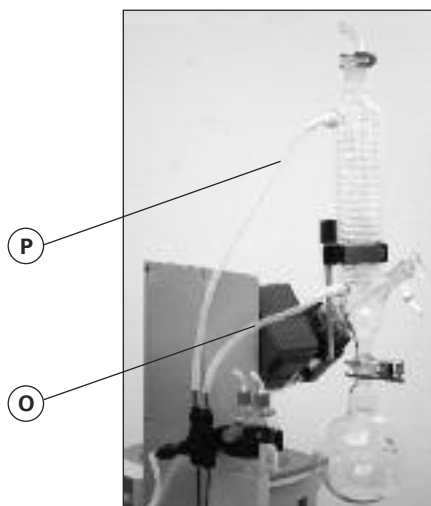

Fig. 17
- Reliez les flexibles d'eau sur le refroidisseur en verre (flexible court (O) = sortie vers le bas, flexible long (P) = arrivée vers le haut) et fixez les flexibles (fig. 17).